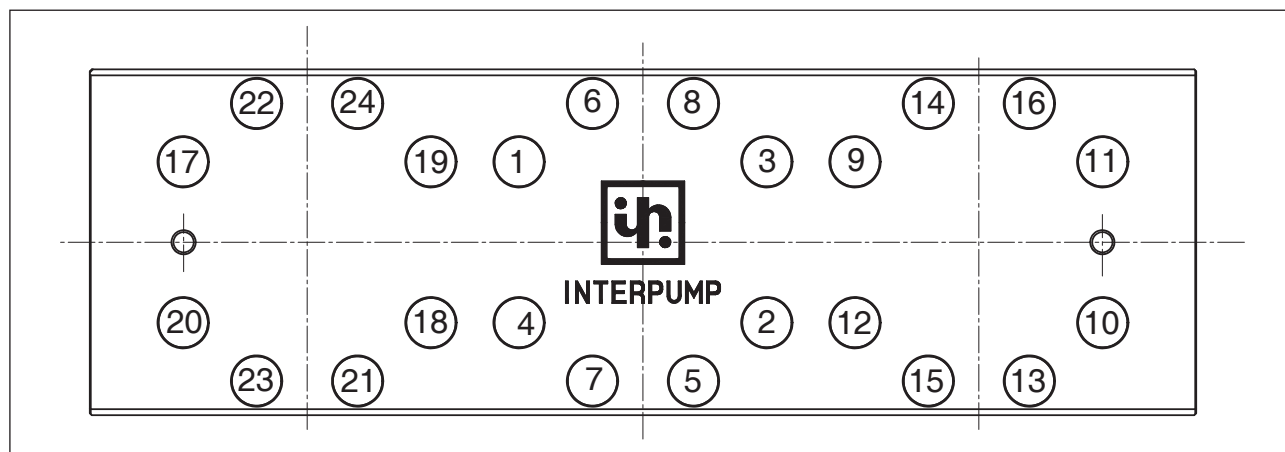

Fig. 197
**Aperte os 24 parafusos M16, conforme relatado no esquema na Fig. 197.**